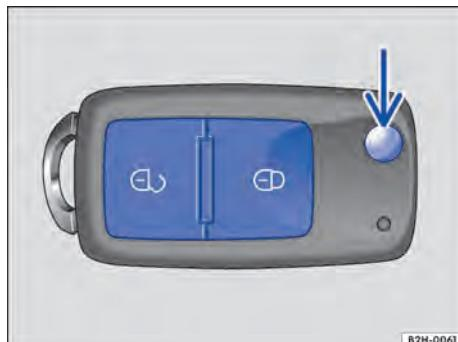

Fig. 18 Botões na chave do veículo e botão para rebater a haste da chave para fora.
- Pressionar o botão → Fig. 18. Manter pressionado para abertura de conforto.
- Pressionar o botão → Fig. 18. Manter pressionado para fechamento de conforto.